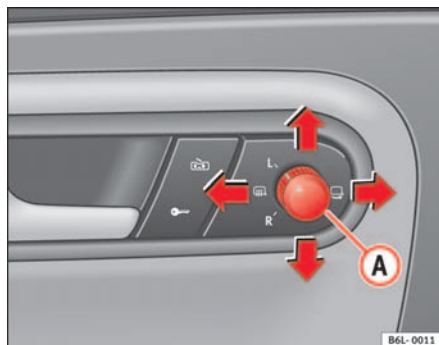

Fig. 67 Mando de los retrovisores exteriores
1. En primer lugar, gire el mando ⇒ fig. 67 hasta la posición **L (retrovisor izquierdo)**.
- Gire el mando hacia la posición de desempañado ⇒ fig. 67
- Gire el mando ⇒ fig. 67 hasta la posición para plegar los retrovisores exteriores. Para evitar daños en el vehículo, debería plegar los retrovisores exteriores siempre que utilice un túnel de lavado automático.